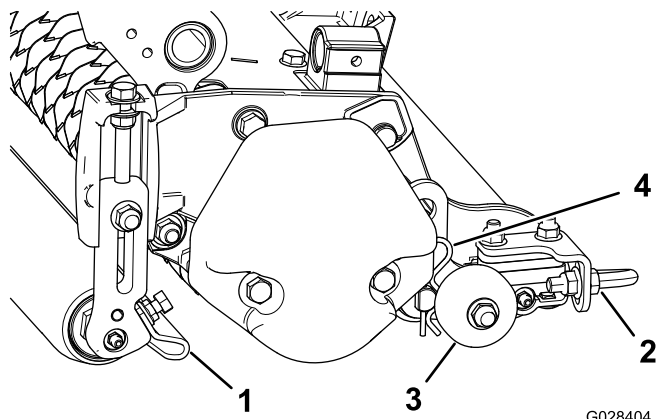

图11
1. 松开固定滚筒刮刀的凸缘螺母（图11）。
在切根刀下放到底板或从主机中拆下之前，应放低行走滚筒（图11）以防止刀片接触到坚硬的表面。